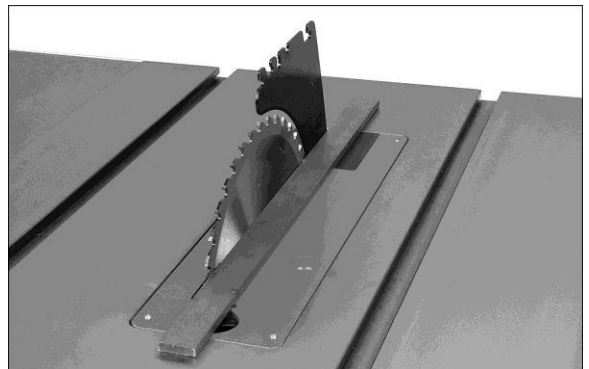

Рис. 8-6
3. Положите линейку на стол так, чтобы она располагалась у пильного диска и раскливающего ножа. См. рис. 8-6. Поверните диск так, чтобы верхний зуб коснулся линейки.